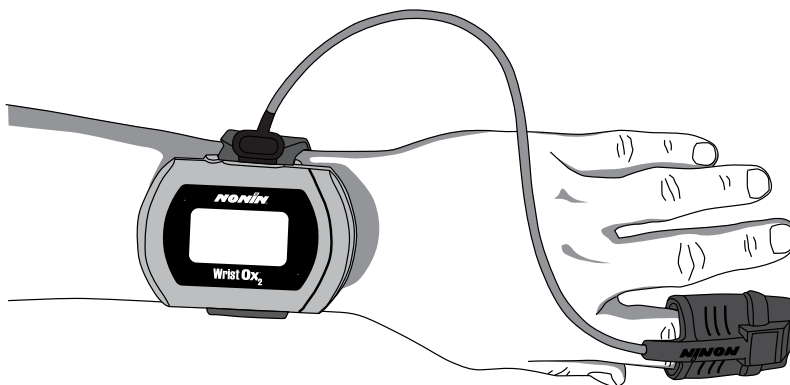

Figura 15: Colocação do Sensor no Paciente
6. Coloque o sensor no paciente (figura 15). Consulte as Instruções de Uso do sensor para ver os locais apropriados e os avisos de atenção e de cuidado para colocação do sensor.